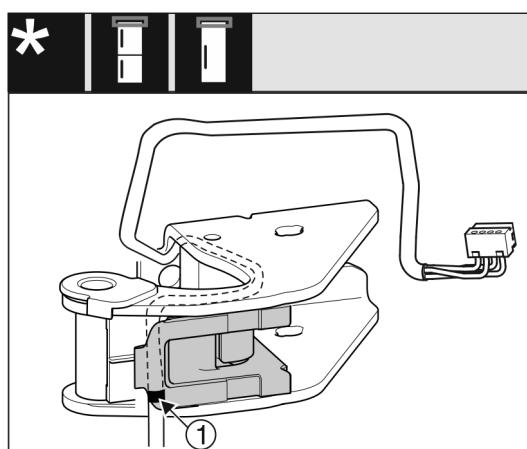

Fig. 28
- Turklāt vidējai atzīmei jāatrodas uz kabeļa stiprinājuma malas Fig. 28 (1).